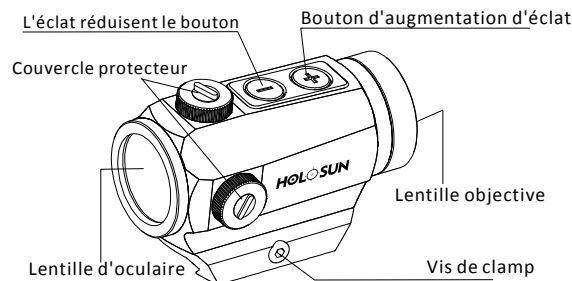

Fig1 PARALOW HS403A Viseur point rouge
3. D'abord ouvrez le chapeau protecteur (voir le Fig1), placez le type tournevis de fente de la vis encochée, puis tournez la vis pour redresser ou gauche pour l'ajustement. Chacun gauche ou droit - le clic est pour un ajustement, équivalent à la valeur 0.5MOA.